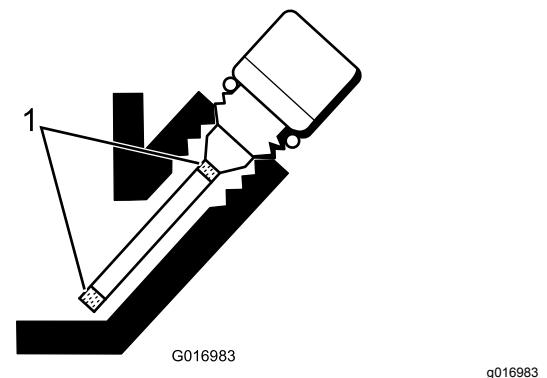

Figura 30
- Se il livello è basso, rabboccate soltanto fino a raggiungere la posizione intermedia tra le tacche sull'asta di livello (Figura 30).